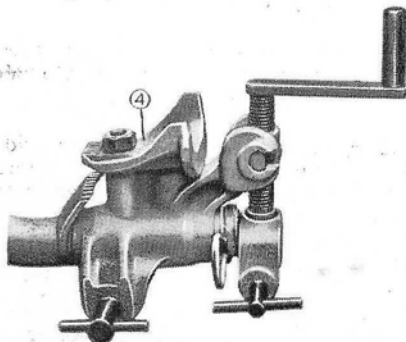

Fig. 19
c) **Oscillation libre du porte-outil** (fig. 19).